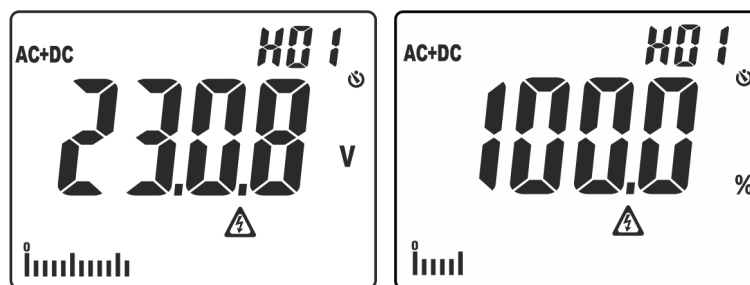

Fig. 3: Affichage des valeurs d'analyse harmonique
- Cliquer une fois sur la touche pour afficher les valeurs des harmoniques de tension et de courant jusqu'à 25^o ordre (**Hdc**, **H01... H25**) en format absolu ou pourcentage par rapport aux fondamentaux des signaux en entrée (pour des valeurs de tension VCA >0,5 V et courant AC > 0,5 A et fréquence comprise entre 42,5 Hz à 69 Hz) et le pourcentage du paramètre **THD%** (voir § 9.3) comme montré dans Fig. 3. Utiliser les touches \blacktriangle /ZERO et \blacktriangledown / Ⓜ pour augmenter/diminuer l'ordre de l'harmonique